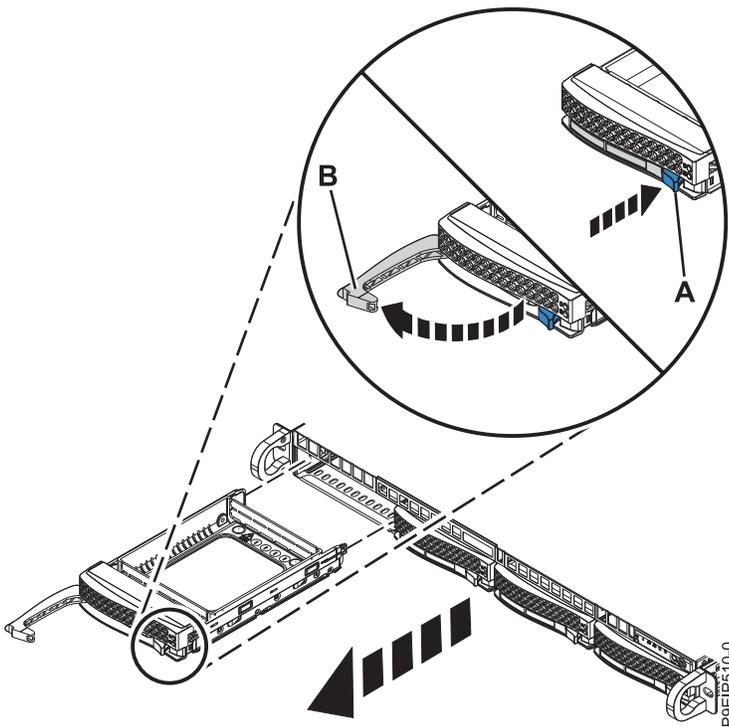

図 7. ドライブの取り外し
2. ハンドル・リリース (A) を押し込んで、ドライブ・ベイ・ハンドル (B) をアンロックします (図 7 を参照)。ハンドル (B) が、カチッと音がして手前に開きます。ハンドルが完全に開いていないと、ドライブをシステムから取り出すことができません。